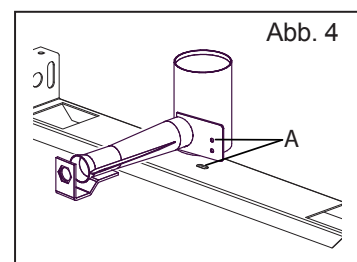

Abb. 4
**Glühplattenherd 700:** Befestigungsmutter vom Querträger und der Zündeinheit abschrauben (Abb. 4/A) / Brenner herausnehmen / Neuen Brenner einsetzen / Brenner wieder mit dem Querträger und der Zündeinheit verschrauben